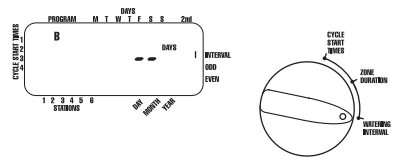

FIGURE 7 : Affichage LCD avec les intervalles d'arrosage
- Tournez le cadran rotatif sur **WATERING INTERVAL (INTERVALLE D'ARROSAGE)**. Le curseur va clignoter à gauche du mot **INTERVAL (INTERVALLE)** [Voir Figure 7].